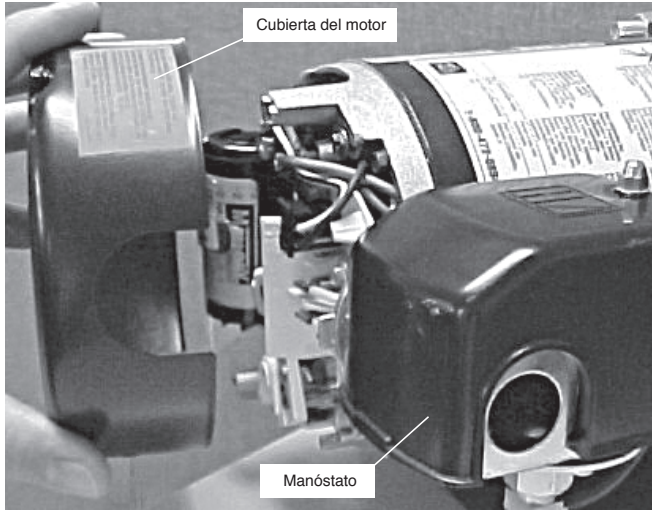

Figura 4 - Remoción de la cubierta del motor
1. Conecte primero el cable a tierra como se ilustra en la Figura 4. El cable a tierra debe ser de cobre macizo y al menos tan grande como los cables de suministro de energía.